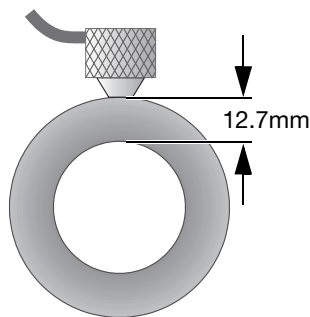

図 5-11 二振動子型探触子を接触させる場合
2. 適度な圧力で、探触子の先端を試験体の表面に接触させ、試験体の表面上で探触子をできるだけ垂直に当てます（75 ページの図 5-11 を参照）。